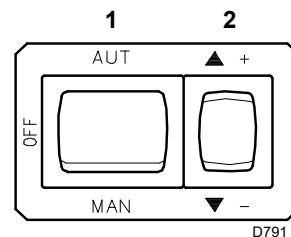
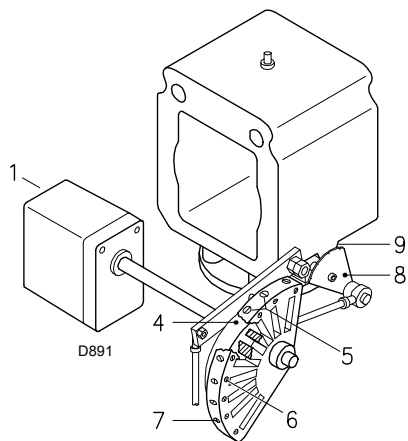
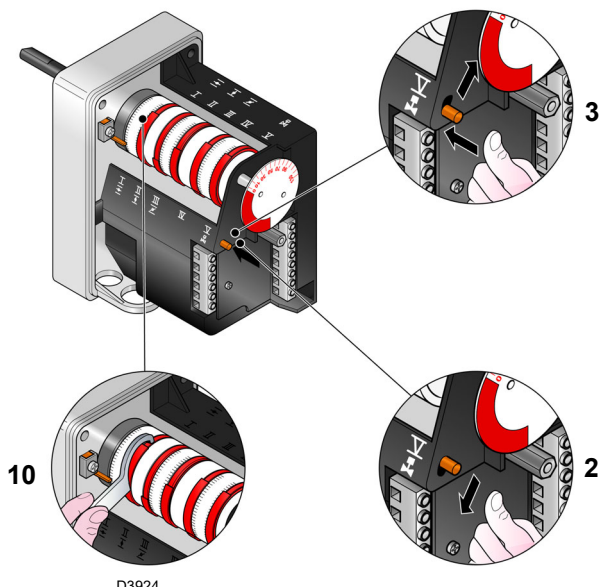
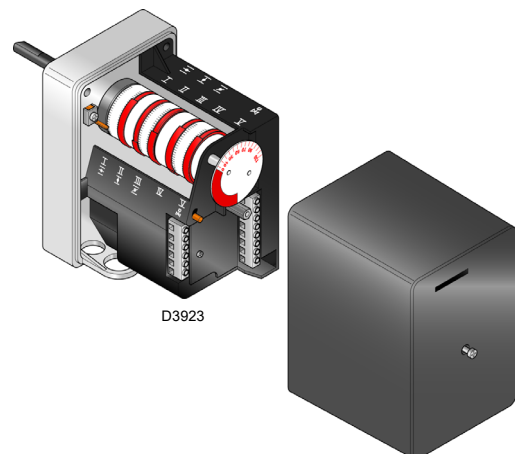

Abb. 31
Abb. 32
Abb. 33
Abb. 34
Die Thermostate/Druckwächter schließen und den Schalter auf Abb. 31 auf „MAN“ stellen.
Die Einstellung der Luft erfolgt durch Verändern des Winkels des Nockens III) (Abb. 34, auf Seite 27) und mithilfe des Wahlschalters 2) (Abb. 31).
Für die Einstellung des Nockens des Stellantriebs siehe Abb. 33.
In der vorstehenden Beschreibung wurde der Brenner nicht abgeschaltet und bei MIN. Leistung betrieben. Drücken Sie nun die Taste 2) (Abb. 31) „Erhöhen der Leistung“ und halten Sie sie so lange gedrückt, bis der Stellantrieb die Luftklappe und die Gasdrossel geöffnet hat.
Die Einstellung der Luft erfolgt durch Verändern des Winkels des Nockens I) (Abb. 34, auf Seite 27) und mithilfe des Wahlschalters 2)(Abb. 31, auf Seite 25).
Legende (Abb. 32)
Die MIN. Leistung ist innerhalb des Regelbereichs, der auf Seite Abb. 2, auf Seite 8 angegeben ist, zu wählen. Drücken Sie die Taste 2)(Abb. 31, auf Seite 25) "Verringern der Leistung" und halten Sie sie gedrückt, bis der Stellantrieb (Abb. 33) die werkseitige Einstellung erreicht hat.
Ändern Sie schrittweise das Ausgangsprofil des mechanischen Nockens 4)(Abb. 32) durch Drehen der Schrauben 5)(Abb. 32).
Bringen Sie die Leistung durch Drehen der Schrauben 5) des mechanischen Nockens (Abb. 32) wieder auf 800 kW und prüfen Sie die Emissionen.
Die Einstellung erfolgt durch Änderung des Winkels des Nockens III) des Stellantriebs (Abb. 34, auf Seite 27) und mithilfe des Wahlschalters 2)(Abb. 31, auf Seite 25).
Für die eventuelle Einstellung des Nockens III siehe Abb. 33.
Den Übergang von einer Position zur nächsten erhält man, indem die Taste 2) am Zeichen (+) oder (-) gedrückt bleibt (Abb. 31, auf Seite 25). Üben Sie leichten Druck auf die Taste 2)(Abb. 31, auf Seite 25) "Erhöhen der Leistung" in der Weise aus, dass der Stellantrieb eine Drehung von ca. 20° vornimmt, siehe Skalenindex des Stellantriebs Abb. 33 und Skalenindex der Luftklappen 8)(Abb. 32 auf Seite 26).
Schrauben Sie die Schraube 5) des vorher ausgewählten mechanischen Nockens (Abb. 32, auf Seite 26) ein- oder aus, um den Gasdurchsatz zu erhöhen oder zu verringern und ihn so an den entsprechenden Luftdurchsatz anzupassen, um eine optimale Verbrennung zu erzielen.
Schalten Sie den Brenner über den Schalter 1)(Abb. 31) ab, OFF-Stellung, entriegeln Sie den mechanischen Nocken I)(Abb. 34) um die Zahnräder des Stellantriebs zu trennen, drücken und verschieben Sie dazu die Taste 3)(Abb. 33) und prüfen Sie mehrmals durch manuelles Drehen des mechanischen Nockens I)(Abb. 33) nach vor und zurück, ob die Bewegung sanft und reibungsfrei abläuft.
Es empfiehlt sich den mechanischen Nocken 5)(Abb. 32 auf Seite 26) wieder am Stellantrieb zu verriegeln, schieben Sie dazu die Taste 3)(Abb. 33) nach oben.
- 6s:** Start des Stellantriebs: dreht um 130° nach rechts bis der Kontakt am Nocken I (Abb. 34, auf Seite 27) auslöst. Die Luftklappe positioniert sich auf der MAX. Leistung.
- 80s:** Der Stellantrieb dreht nach links bis auf den am Nocken III (Abb. 34, auf Seite 27) für die MIN. Leistung eingestellten Winkel.
- 112s:** Die Luftklappe und die Gasdrossel positionieren sich auf der MIN. Leistung (mit Nocken III) (Abb. 34, auf Seite 27) auf 40°.